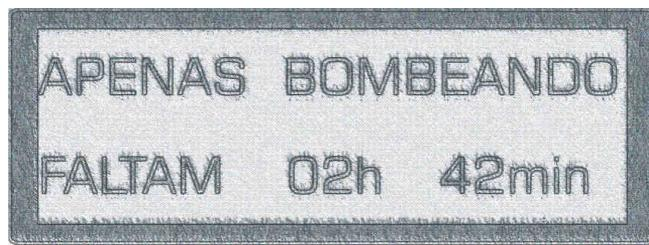

Figura 39
- ‘Só bombeando’ conforme **figura 39**, neste caso indica que: